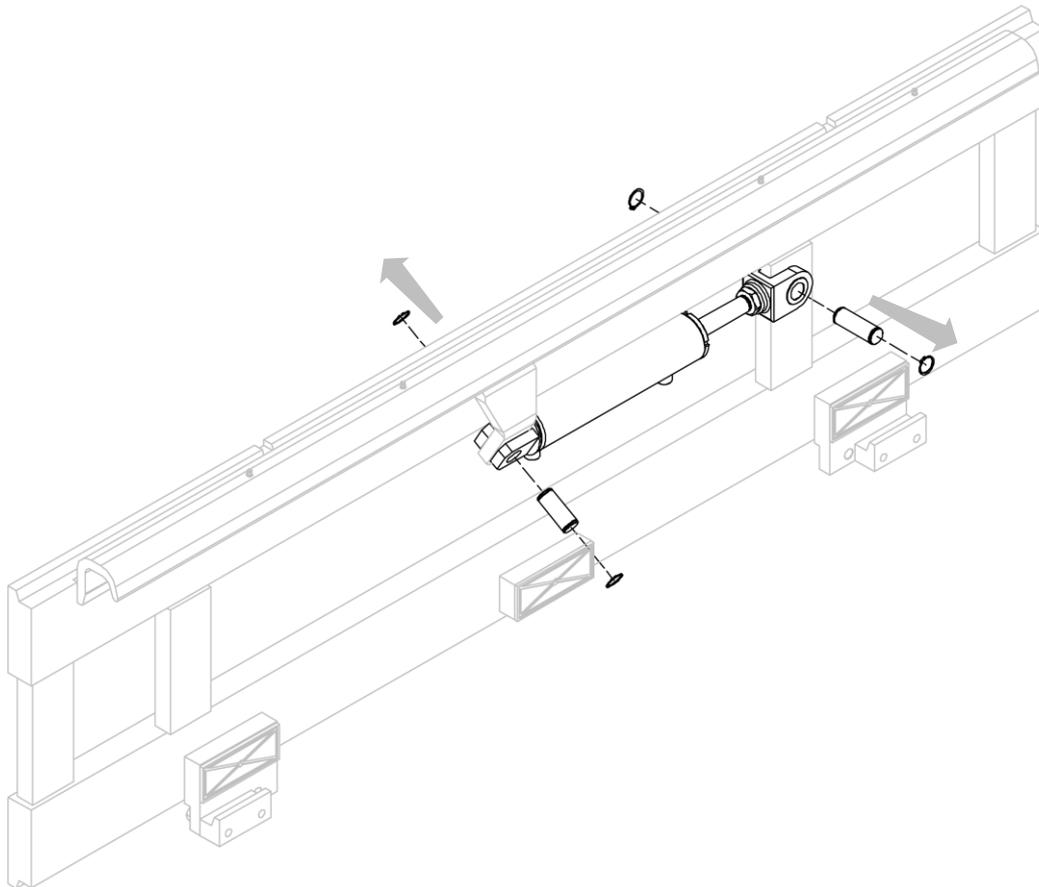

Figura 21
4. Rimuovere i perni (con i relativi anelli elastici) che bloccano il cilindro (vedi *Figura 21*).